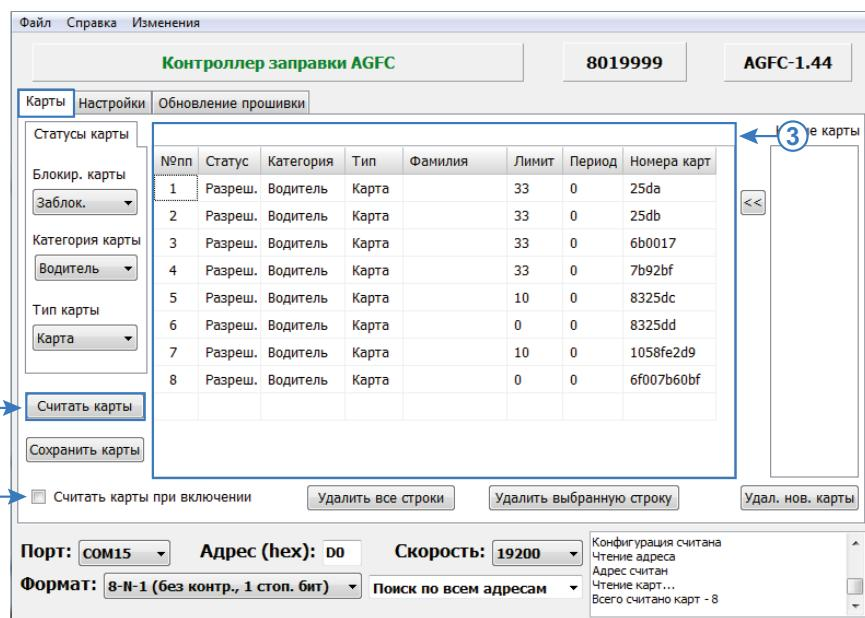

Рис.4. Считывание списка карт из устройства.
- Перейти на вкладку «Карты» и нажать кнопку «Считать карты» (Рис.4, п.1).
- Также может быть настроено автоматическое считывание списка карт при чтении конфигурации устройства. Для этого нужно установить галочку напротив опции «Считать карты при включении» (Рис.4, п.2).
- Список карт устройства отобразится на вкладке «Карты» в виде таблицы (Рис.4, п.3). Формат, в котором считаются номера карт в программу, определяется настройкой «Формат вывода номера карт», записанной в ТРК. Данная настройка задается на вкладке «Настройки» программы «AGFCConf».